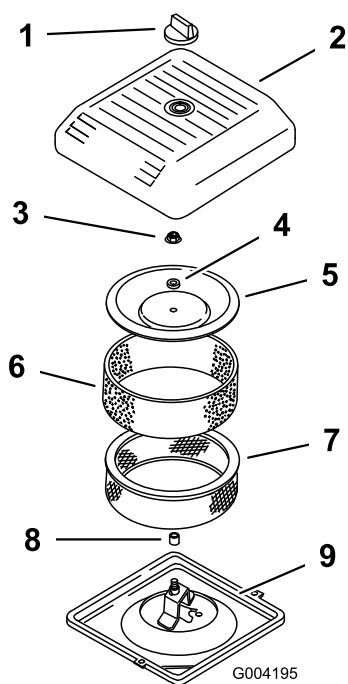

**Figura 39**
3. Desaperte o botão e retire a cobertura do filtro de ar (Figura 39).
- Faça deslizar cuidadosamente o filtro prévio de esponja do elemento de papel (Figura 39).
- Desaperte a porca da cobertura e retire a cobertura, o espaçador e o filtro de papel (Figura 39).
- Coloque a estrutura do filtro do ar na base do filtro do ar (Figura 39).
- Coloque a cobertura, o espaçador e aperte com a porca da cobertura (Figura 39). Aperte as porcas com 11 N·m.
- Coloque a cobertura do filtro de ar e fixe-a com o botão (Figura 39).